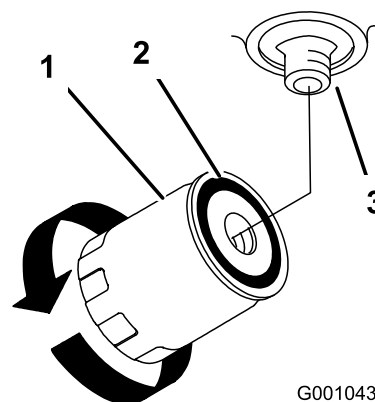

Figura 73
7. Gire el filtro en sentido horario hasta que la junta de goma entre en contacto con el adaptador del filtro, y apriete el filtro media vuelta más (Figura 73).
4. Retire el filtro usado y limpie con un paño la superficie de la junta del adaptador del filtro (Figura 73).